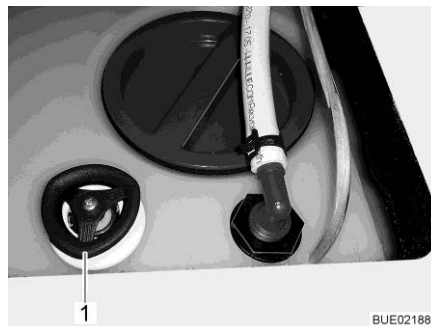

Bild 170 Vattentank med ratt
- Vrid ratten (Bild 170,1) på vattentanken moturs mot motståndet till stoppläget för att öppna utloppsöppningen helt.